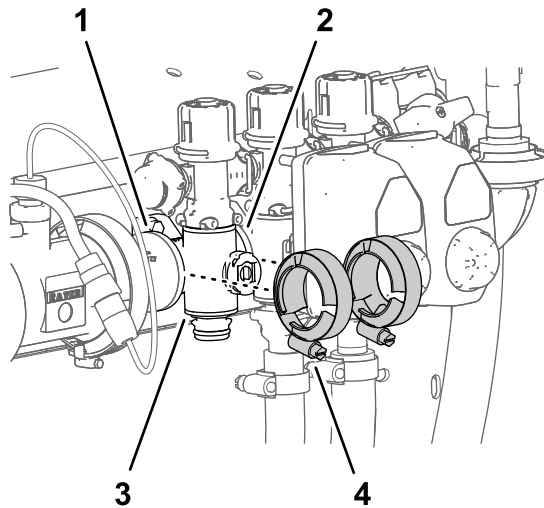

Bild 126
- Entfernen Sie die zwei Flanschklappen, mit denen das Abschnittverteilerventil an den Flanschen der danebenliegenden Komponenten befestigt ist (Bild 126).